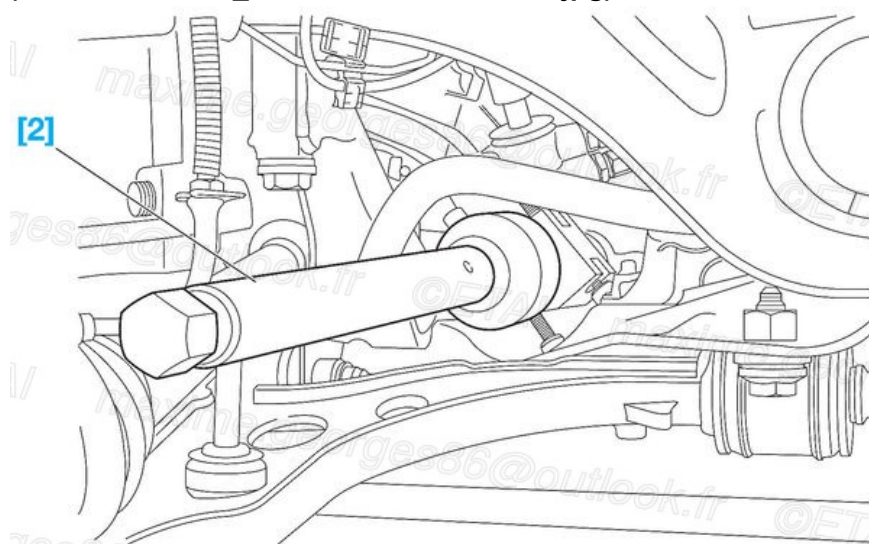

**Fig.10**
- Positionner l'outil [1] sur la crémaillère, du côté gauche, afin que ses appuis rotulés prennent appui sur le berceau (Fig.10) (/media/RTA/RTA\_714/RTA714A-006-010X.jpg).